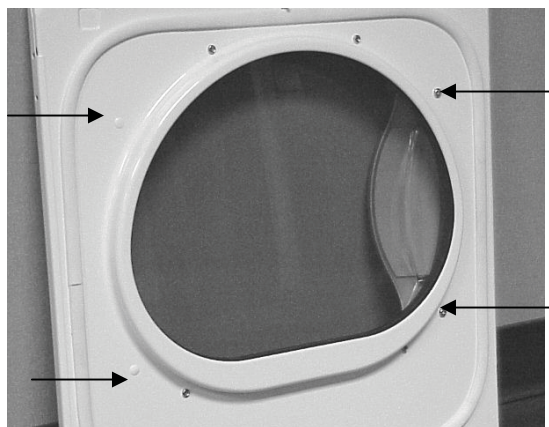

Figure 4
5. Enlevez deux (2) vis de la poignée et deux (2) bouchons de la Porte ; en prenant soin de ne pas doubler la peinture de la Porte. (Figure 4).